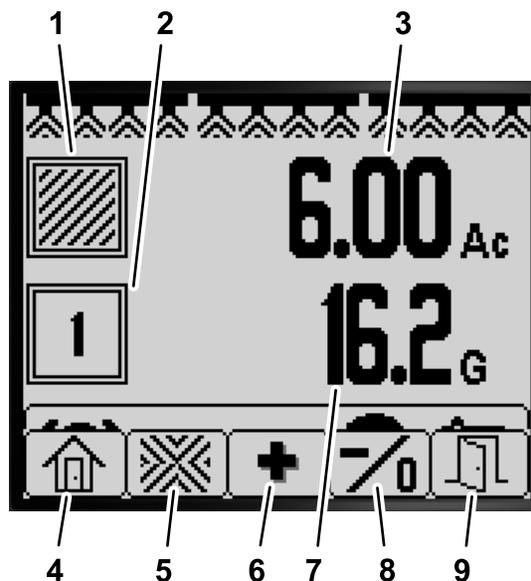

Figure 77
- Dans l'écran d'accueil, appuyez de manière prolongée sur le bouton 5 pour ouvrir la barre de menu, puis appuyez sur le bouton 2 pour sélectionner l'écran Sous-zone (Figure 77).
- Dans l'écran Superficie totale, appuyez de manière prolongée sur le bouton 5 pour ouvrir la barre de menu, puis appuyez sur le bouton 3 pour sélectionner l'écran Sous-zone (Figure 77).
2. Utilisez les boutons de l'InfoCenter (Figure 77) pour effectuer les actions suivantes :